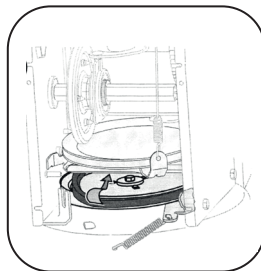

Рис.5
6. Снимите ремень со шкива шнека и пропустите ремень между опорным кронштейном и шкивом шнека (Рис.5). Соберите ремень шнека, следуя инструкциям в обратном порядке.